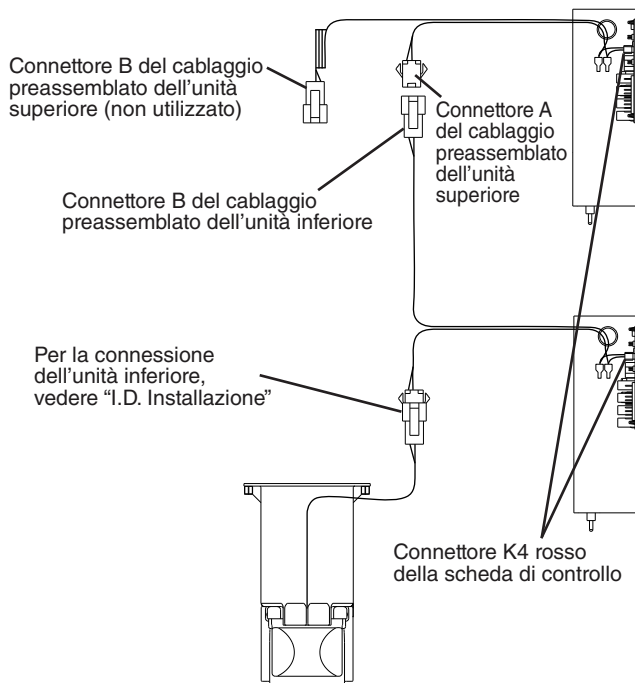

Fig. 6
- 7) Rimuovere la staffa del cavo del gruppo di controllo del deposito dalla parte interna dell'unità superiore. Vedere Fig. 6. Lasciare il gruppo di controllo del deposito dell'unità superiore nella posizione originale, poiché non verrà utilizzato.